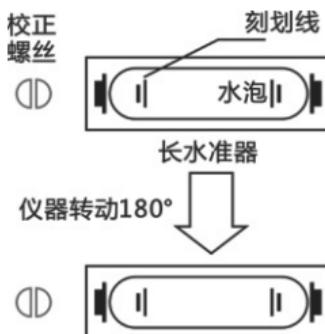

图 6
- (1) 将仪器安放于较稳定的装置上（如三脚架、仪器校正台），并固定好仪器；
- (2) 将仪器粗整平，并使仪器长水准器与基座三个脚螺旋中的两个的连线平行，调整这两个脚螺旋使长水准器气泡居中；
(3) 转动仪器  $180^{\circ}$ ，观察长水准器的水泡移动情况，如果水泡处于水准器中心，则无须校正；如果水泡移出允许范围，则需进行调整。（图 6）
(6) 重复(3)、(4)、(5)步骤，直至仪器用长水准器精确整平转动到任何位置，水泡都处于长水准器中心。（图 6）